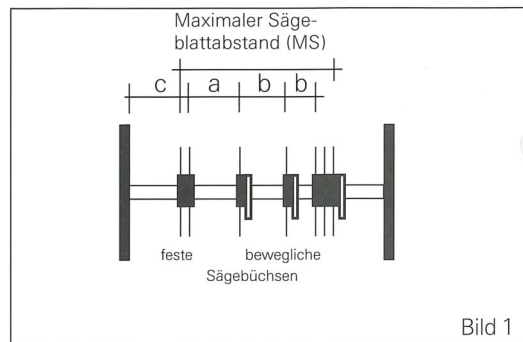

Bild 1
- max. Sägeblattabstand (MS); wird von der Durchgangsbreite der Maschine bestimmt (siehe Tabelle 1 und Abb. 1)
Maximaler Sägeabstand (vgl. Abb. 1)
Mindestabstand der Sägen ¹⁾ (vgl. Abb.1)